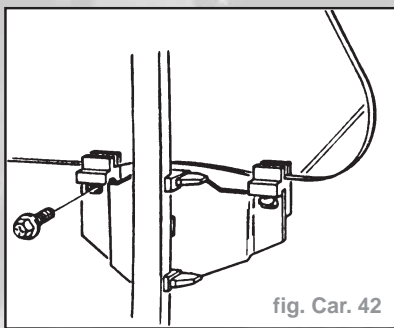

fig. Car. 42
- les deux vis de fixation de la vitre sur le mécanisme de lève-vitre (fig. Car. 42). Soulever la vitre et la supporter.
- les deux vis de fixation de la vitre sur le mécanisme de lève-vitre (fig. Car. 42)